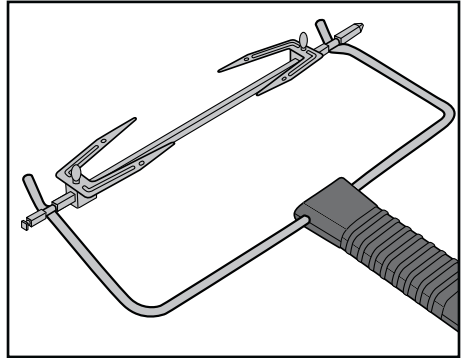

Fig. 3: Enganche del mango **12** en el espetón **16**.
- Para retirar el espetón **16** caliente, inserte los ganchos del extremo del mango **12** en los orificios del espetón **16** (fig. 3):